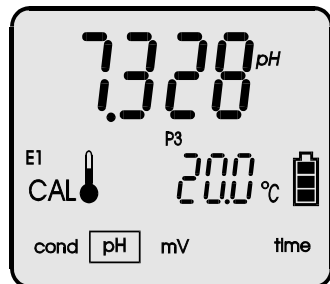

Imagen 8.
- a. Mantenga presionada la tecla  hasta que aparezca el símbolo **CAL** en la pantalla (imagen 8). De este modo se borran automáticamente los datos de calibración anteriores.
- b. Coloque el electrodo y el sensor de temperatura en la solución tampón que desee. Podrá ver que aparece un símbolo **P** con el número del punto de calibración en la pantalla. Espere a que se establezca el resultado en la pantalla. El valor mostrado puede diferir sustancialmente con respecto al valor dado en la solución tampón (imagen 8).